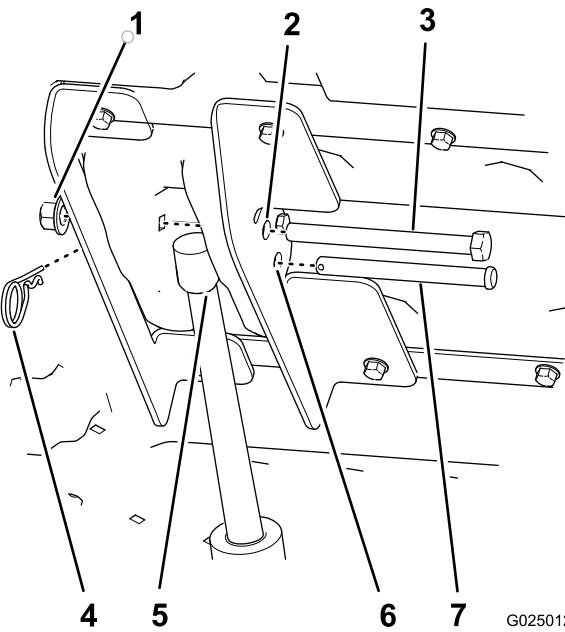

Bild 24
8. Befestigen Sie die Hubaktuatorstange mit dem Lastösenbolzen (3-1/2") und dem Splint an den Hubhalterungen (Bild 24).
10. Stecken Sie die Sechskantschraube (1/2" x 5-1/2") durch das verbleibende 12,7 mm große Loch in den inneren und äußeren Hubhalterungen und befestigen sie mit einer Mutter (1/2"), bis die Bundmutter bündig ist (Bild 24).